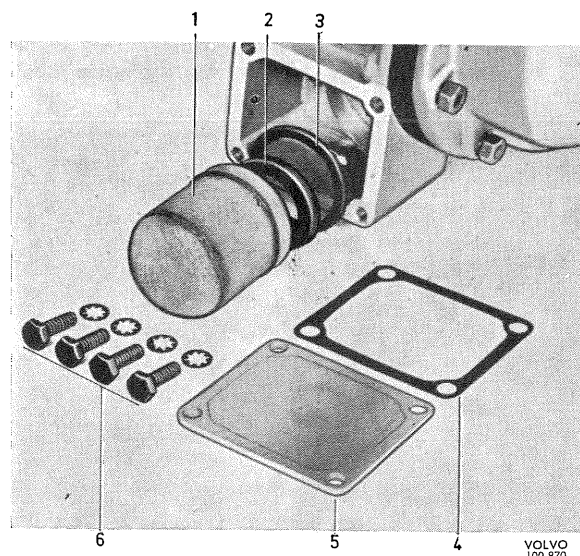

Bild 9. Demontering av oljesil
1. Tag bort locket (5). Tag ut oljesilen (1) och magnetsatsen (2), se bild 9. Rengör oljesilen i bensin eller tvättolja. Blås torrt med tryckluft.
2. Kontrollera att packningen (3) är i gott skick. Vänd den stålkädda sidan mot huset och placera packningen på sin plats.